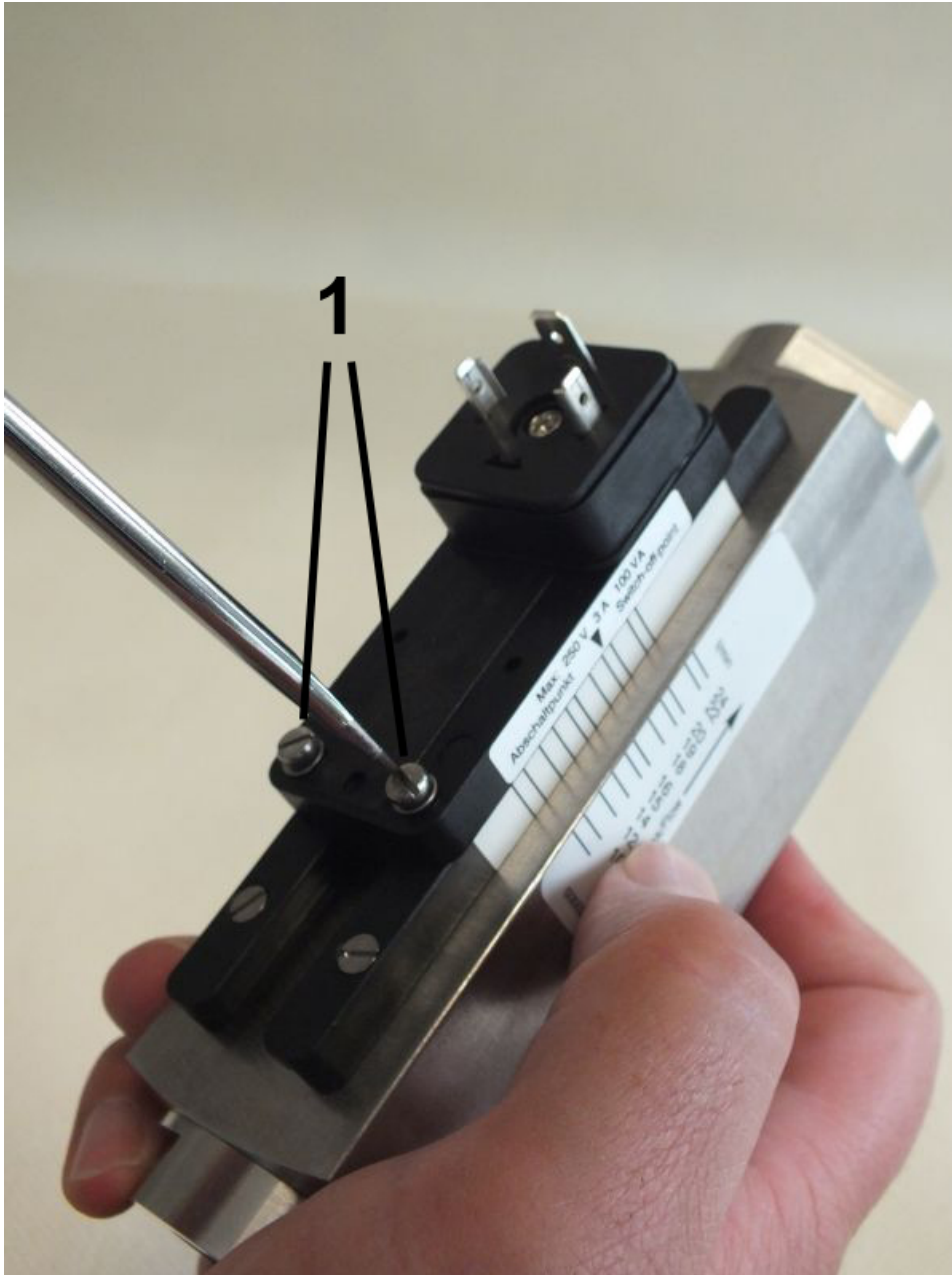

Abb. 72: Feststellschraube lösen
3. Feststellschrauben (Abb. 72/1) des Schaltkontaktes mit einem Schlitzschraubendreher so weit lösen, dass er sich frei verschieben lässt
11. ➤ Feststellschrauben (Abb. 72/1) wieder festdrehen, dabei Anziehdrehmoment einhalten (→ Kapitel 11.1 „Anziehdrehmomente“ auf Seite 102)